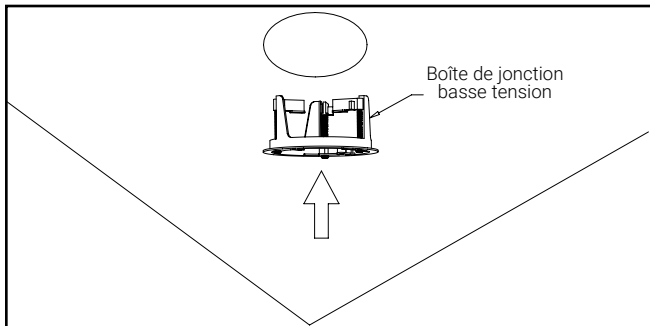

Figure 15.
5. Percez un trou et installez la boîte de jonction basse tension. Voir la figure 15.